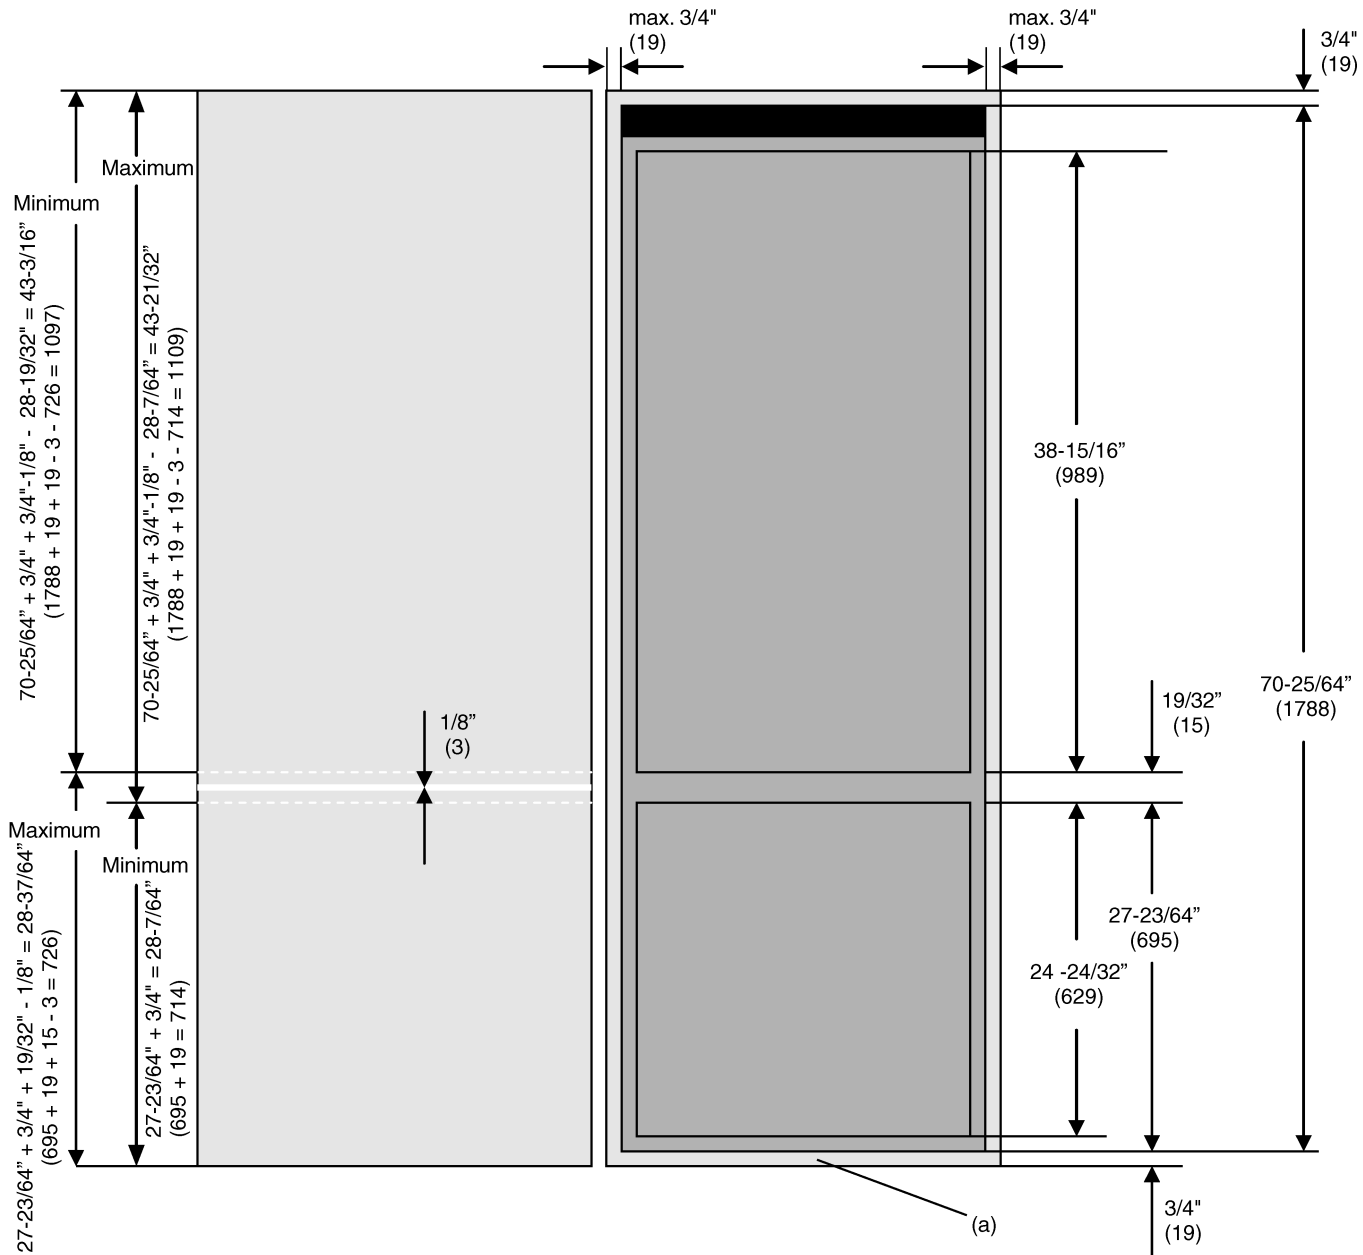

Fig. 7
► Pour recouvrir la face frontale de la plaque de sol Fig. 7 (a) : rallonger la hauteur de la plaque à 27-23/64 pouces. + 3/4 pouces = 28-7/64 pouces (695 mm + 19 mm = 714 mm).